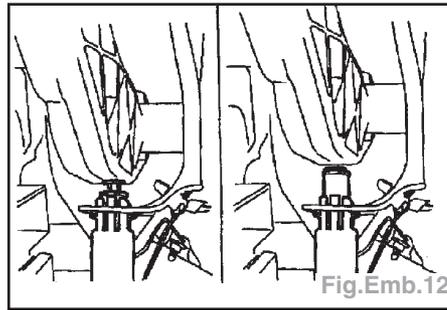

Fig.Emb.12
- Extraire jusqu'en butée la goupille de commande et la douille de verrouillage du commutateur d'embrayage (Fig.Emb.12).